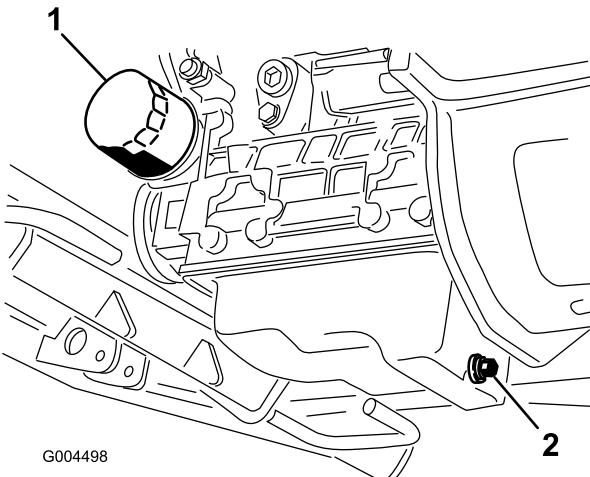

Figura 43
3. Coloque un recipiente debajo del capó, alineado con el tapón de vaciado (Figura 43).
| <p>1. Filtro de aceite</p> <p>4. Limpie la zona alrededor del tapón de vaciado.</p> <p>5. Retire el tapón de vaciado y deje fluir el aceite al recipiente.</p> <p>6. Retire el filtro de aceite e instale uno nuevo (Figura 43).</p> <p>7. Cuando se haya vaciado el aceite, vuelva a colocar el tapón de vaciado y limpie cualquier aceite derramado.</p> <p>8. Llene el cárter de aceite; consulte Verificación del nivel de aceite del motor (página 22).</p> | <p>2. Tapón de vaciado</p> |